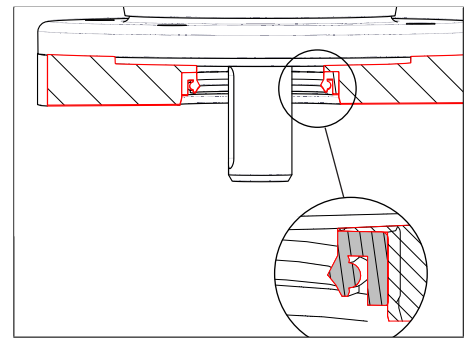

Fig. 11 : Montage de la bague d'étanchéité
3. Presser la bague d'étanchéité avec la rainure vers le bas dans la bride (Fig. 11).